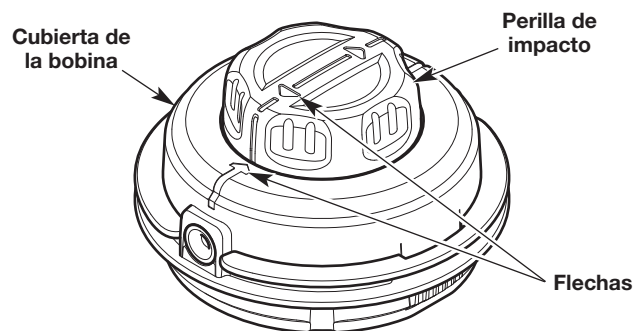

Fig. 20
3. Gire la perilla de impacto para alinear las flechas de la perilla con las flechas de la cubierta de la bobina (Fig. 20).